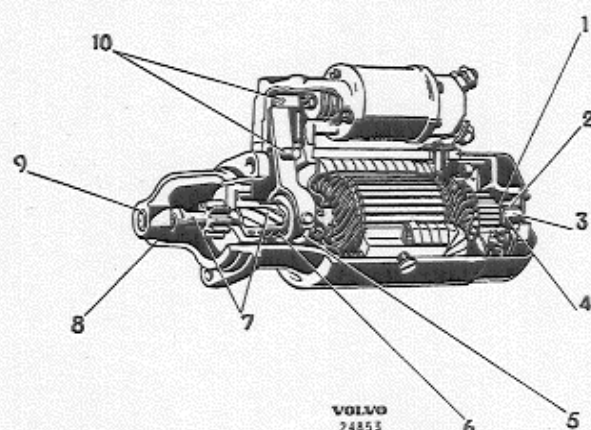

Abb. 66 Schmierplan für Anlasser
2. Den Antriebsritzel an der Ankerwelle anbringen und danach Scheiben und Sicherungsring lt. 40 aufsetzen. Ankerwelle lt. Anweisungen auf Abb. 66 schmieren.